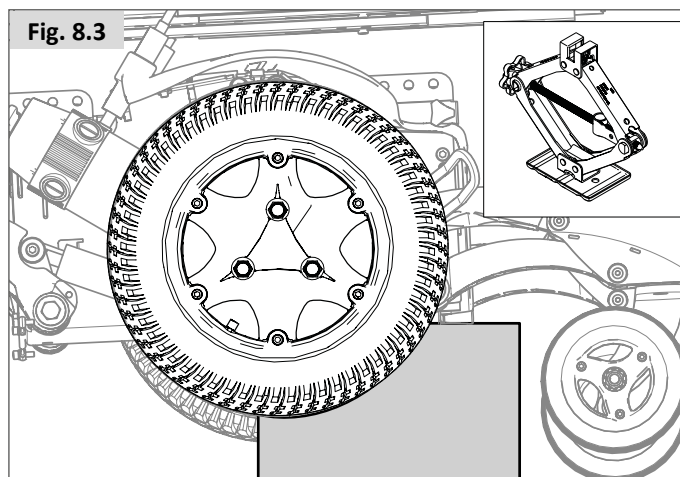

Fig. 8.3
- Levante a base/caixa da bateria e apoie com blocos, (Fig. 8.3).